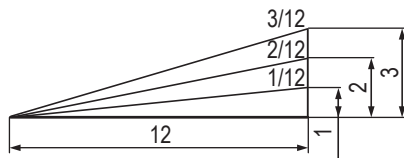

Fig. 40
- (7) Le degré, qui est le rapport de la hauteur sur le socle de la section triangulaire à retirer, pourra être utilisé pour régler l'échelle d'onglet à la place de l'angle de coupe, au besoin (voir Fig. 40).